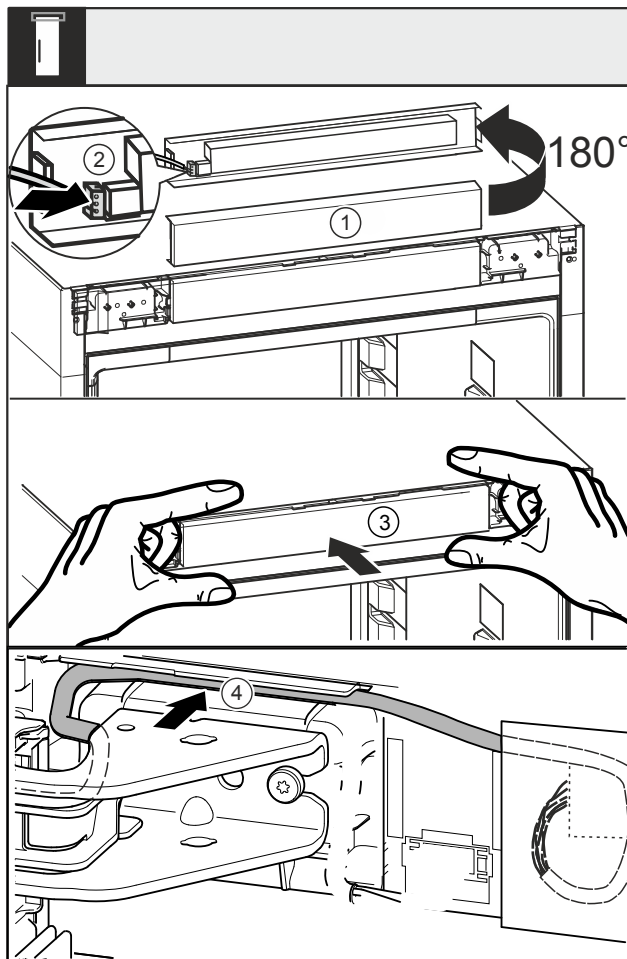

Fig. 45
- ▶ Obrnite zaslonko Fig. 45 (1) navzgor za 180°.
- ▶ Zataknite vtič Fig. 45 (2) v zaslonko upravljalne plošče.
- ▶ Zaslonko Fig. 45 (3) znova zataknete na napravi.
- ▶ Kabel previdno položite v vodilo Fig. 45 (4) nad zgornjim ležajnim podstavkom.